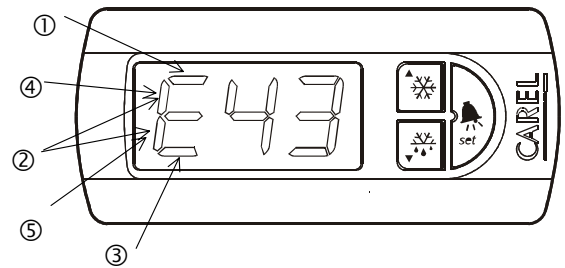

Fig. 8.3.4.1
Все эти параметры могут изображаться и модифицироваться с использованием дисплея и кнопок присоединяемого сменного инструментального средства. Данные параметры могут быть доступны с использованием параметра t сменного инструментального средства; при изображении параметров некоторые сегменты крайнего левого разряда используются в соответствии с тем, как показано на рисунке. (См. рис. 8.3.4.1 на стр. 40 руководства.)
- Параметр, относящийся к дню, указывается на сегменте (1 на рисунке 8.3.4.1), который появляется вместе с номером события (**t1...t8**) и указывается как **(1) t1,...(1) t8**
- Параметр, относящийся к часам, появляется в сегменте (2 на рис. 8.3.4.1) и указывается как **(2) t1,...(2) t8**
- Параметр, относящийся к минутам, появляется в сегменте (3 на рис. 8.3.4.1) и указывается как **(3) t1,...t8 (3) t8**
(3) t1,...(3) t8: день события размораживания